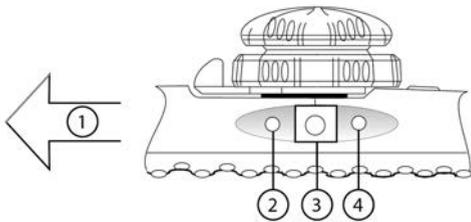

图 7 扫描平面旋转控制
扫描平面旋转由换能器手柄中的电动机驱动，通过手柄上的按钮进行控制（请参见图 7）。
按下内镜手柄上的双平面按钮（中间按钮）。请参阅第 11 页上的图 7。
**3** 按手柄上的扫描平面控制按钮，沿逆时针（0° 至 180°）和顺时针（180° 至 0°）旋转扫描平面。请参阅第 11 页上的图 7。